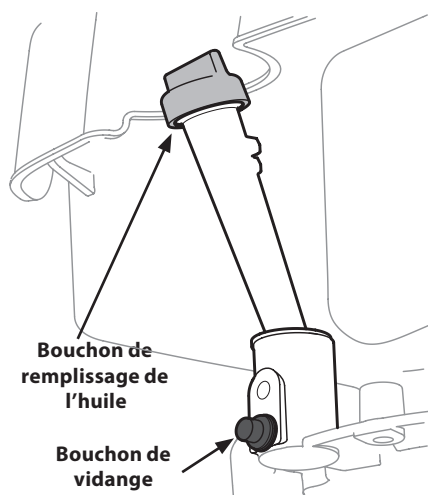

Figure 6-1
2. Retirez le bouchon de l'orifice de vidange. Laissez l'huile couler dans un récipient approprié. Voir la Fig. 6-1.